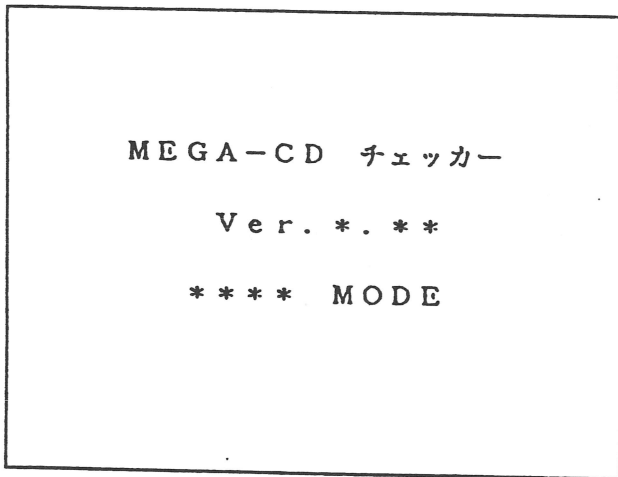
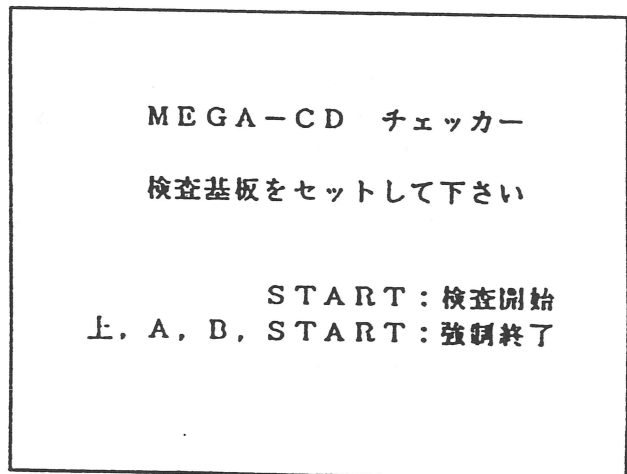
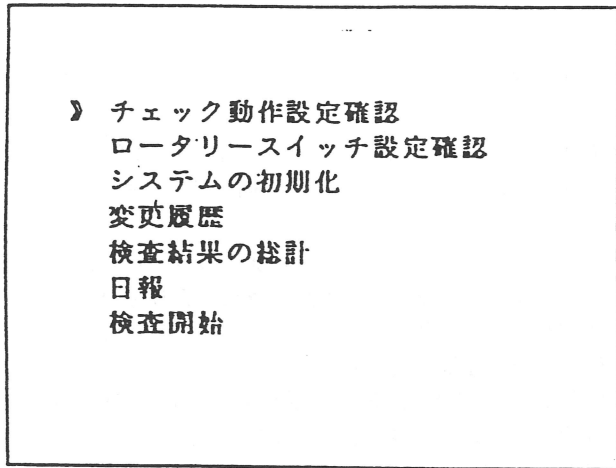
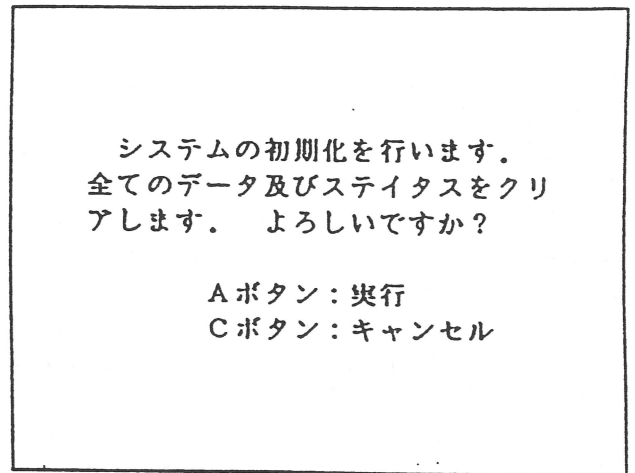

図5-1 バージョン表示画面
図5-2 検査開始画面
図5-3 メニュー画面
図5-4
- ① 2) セットアップの項目に従いCDチェッカーのシステムを組み上げて下さい。
- ② CDチェッカーのMAIN BD上のDIP-SW2の2をOFFにして下さい(但し、残りのスイッチは全てONにする)。
- ③ CDチェッカーの電源をONにして下さい。TV画面に"バージョン表示画面"(図5-1)が表示されしばらくすると"検査開始画面"(図5-2)になります。この時、コントロールパッド(コントロールスイッチは使えない)の十字キーの上を押しながらAボタンを押して下さい。
- ④ 画面は、"メニュー画面"(図5-3)に替わります。コントロールパッドの上下ボタンでカーソルを上下させ、"システムの初期化"の項目に合わせAボタンを押して下さい。
- ⑤ "システムの初期化を行います。・・・よろしいですか?"(図5-4)とメッセージが表示されます。この時、初期化を行う場合はAボタンを押して下さい。また、初期化を行わない場合はCボタンを押すことで、"メニュー画面"(図5-3)に戻りキャンセルすることができます。
注2) ⑦の項目でCDチェッカーの電源をOFFする際は、まず"メニュー画面"(図5-3)に戻しその後、Cボタンを押すか、カーソルを"検査開始"の項目に合わせAボタンを押して"検査開始画面"(図5-2)に戻してから電源をOFFして下さい。